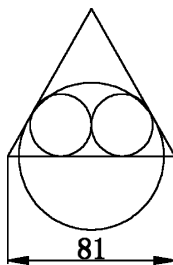

图 2-95 图形 2
(10) 绘制如图 2-95 所示的图形。其中, 三角形是边长为 81 的等边三角形, 三个圆分别与三角形的两条边相切。